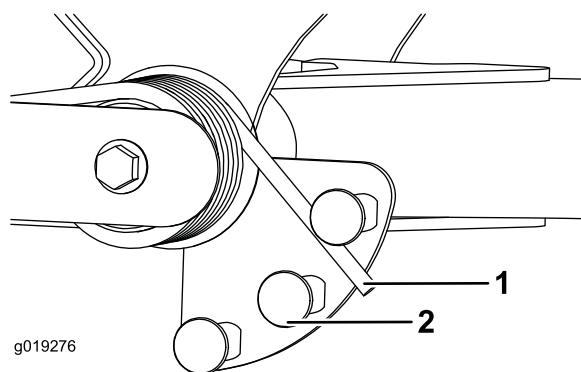

Figura 29
2. Insira um tubo ou objeto semelhante na extremidade da mola comprida e incline-a em redor do atuador da mola para a posição desejada (Figura 29).